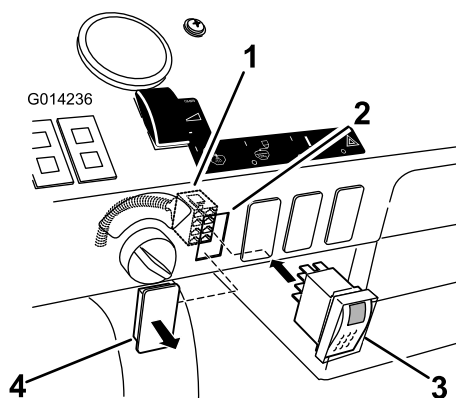

Figura 27
- Localice el tapón del interruptor del depósito de enjuague en el salpicadero (Figura 27). Es el primer tapón contando desde la llave de contacto.
2. Retire el tapón del salpicadero (Figura 27).
4. Instale el interruptor en el conector cuadrado, a través del salpicadero (Figura 27).